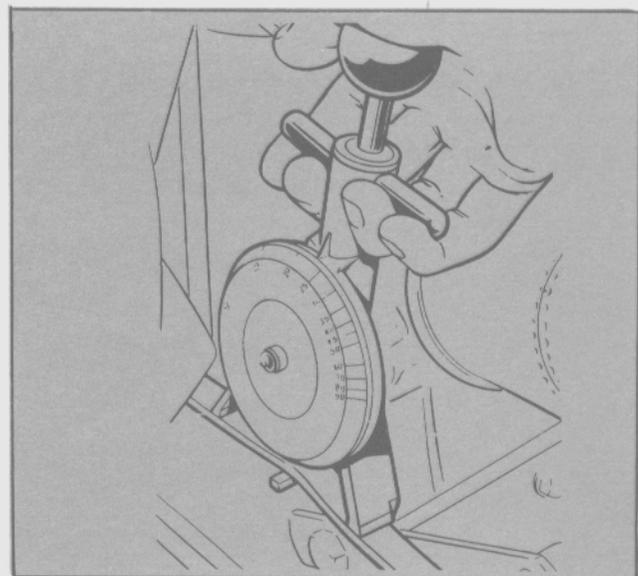

Fig. 58 - Herramienta T79A-8620-BAS
- Colocar el tensor de la correa del alternador. Para tensionar la correa, utilizar la herramienta T79A-8620-BAS (Fig. 58).